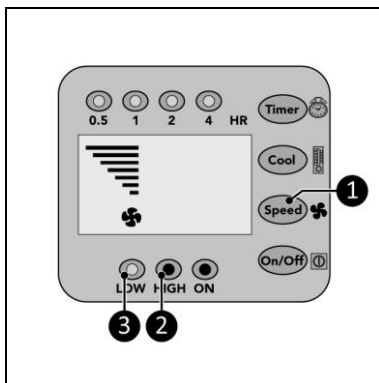

Figure 11
1. Appuyez à plusieurs reprises sur la touche de vitesse (figure 11, pos. 1) pour définir le réglage de vitesse requis :
- Haut : le voyant Haut (figure 11, pos. 2) s'allume et le graphique de vitesse affiche 7 barres.
- Bas : le voyant Bas (figure 11, pos. 3) s'allume et le graphique de vitesse affiche 4 barres.